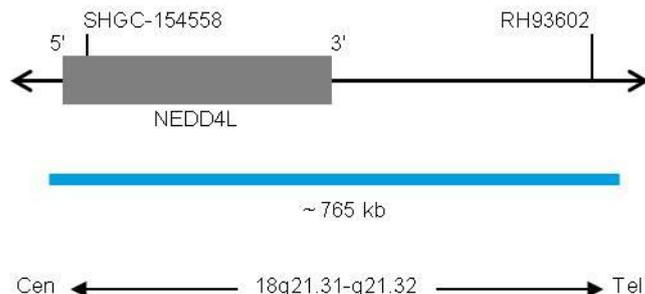

Abb. 1: SPEC 18 Sondenlokalisierung (nicht maßstabsgetreu)
- ZyBlue (Anregung 418 nm/Emission 467 nm) markierten Polynukleotiden (~37,0 ng/μl), die gegen Sequenzen 18q21.31-q21.32* (chr18:55,690,725-56,455,119) gerichtet sind (siehe Abb. 1).